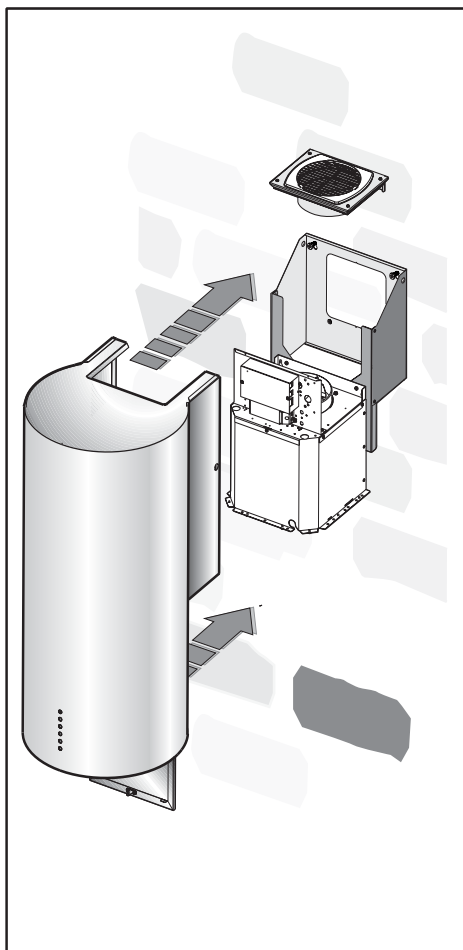
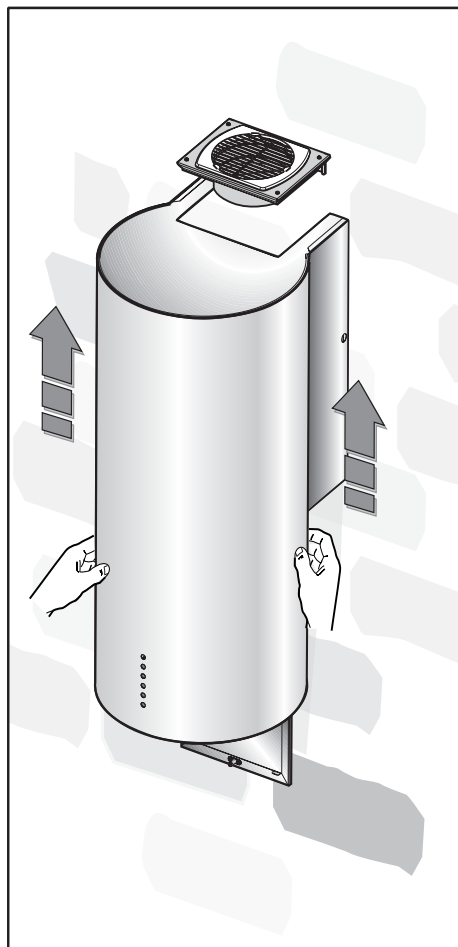

Fig.7
Fig.11
- Posizionare la scocca **A** sulla parete (fig. 7) e allinearla alla struttura spingendola verso l'alto (fig. 11).